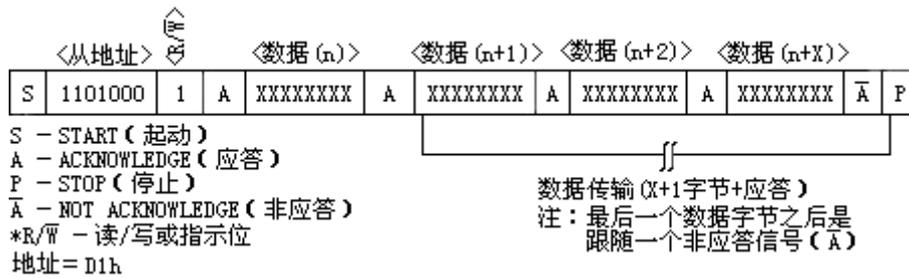

图7 数据读—从器件发送模式
2、从发送器模式 (读 DS1307 模式) 对第一个字节的接收和处理, 同从接收器模式一样。然而在这种模式中, 指示位将指示传输地址是无效的。当 SCL 上有串行时钟输入时, 串行数据通过 DS1307 在 SDA 上传输, START (起动) 条件和 STOP (停止) 条件用于识别串行传输的始末端 (见图 7) 在由主器件产生的 START (起动) 条件后, DS1307 接收到的第一个字节为器件地址, 包含一个 7 位的 DS1307 地址: 1101000, 跟随在指示位 (R/W) 之后 (此时为读操作, 该位为 1) 在接收并译出地址信息后, DS1307 将在 SDA 线上输入一个应答。然后, DS1307 将开始传送以寄存器指针所指定的寄存器地址为起始的数据。如果在读模式初始化前没有写入寄存器指针, 则读出的第一个地址是存储在寄存器指针中的最后一个。当要终止读操作时, DS1307 必须接收一个“不应答”。